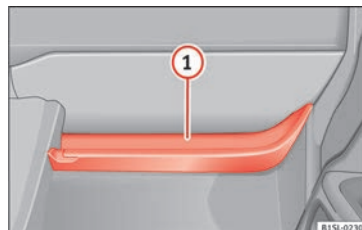

Fig. 125 Portaobjetos abierto en el lado del acompañante.
En el portaobjetos abierto hay un gancho para bolsas » fig. 125 ①.